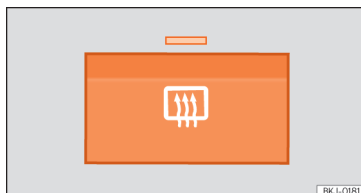

Abb. 146 Bei den Bedienelemente der Klimaanlage: Schalter für Heckscheibenheizung.
- Drücken Sie den Schalter für die Spiegelheizung  » » **Abb. 146**